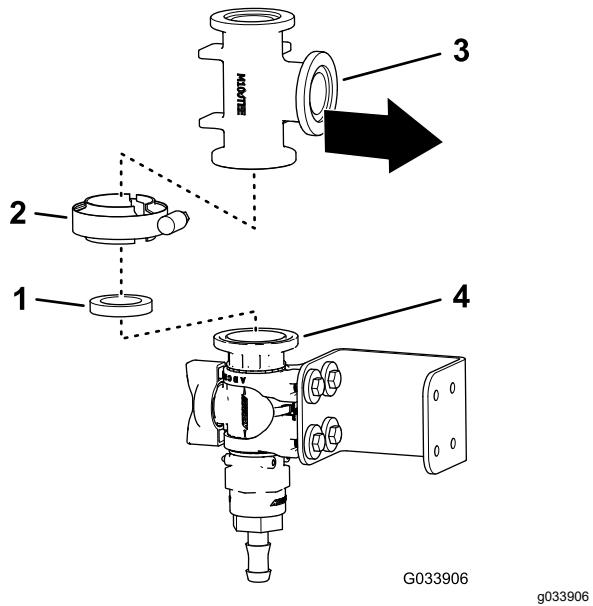
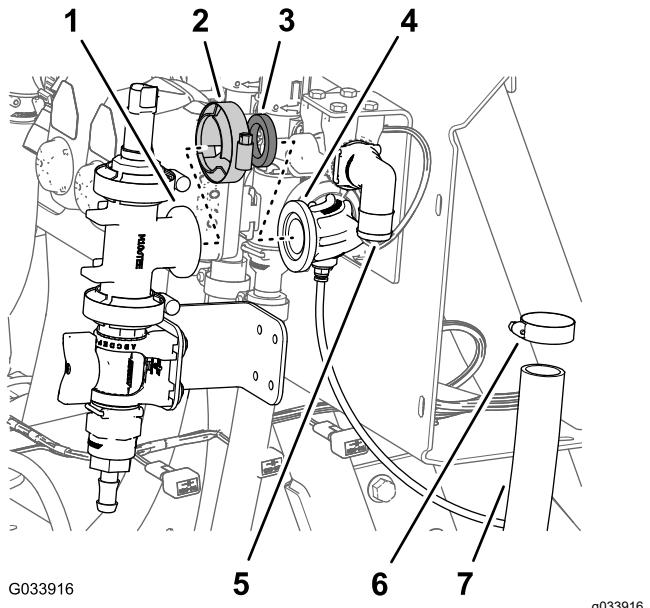
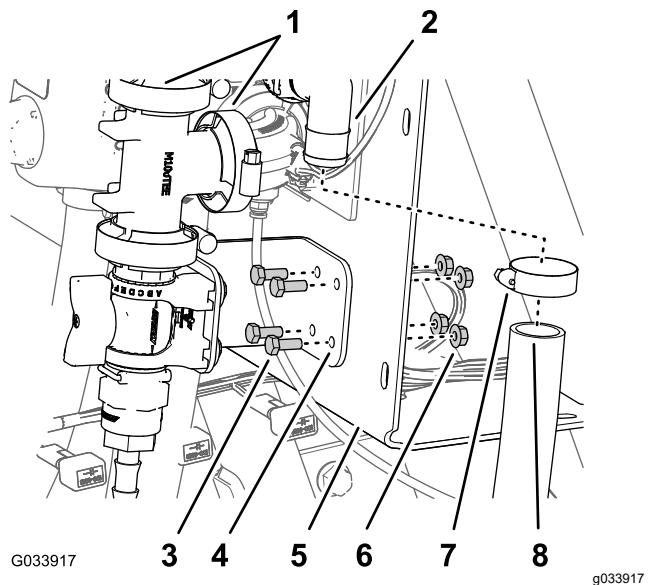

Bild 13
Bild 15
Bild 18
4. Flüchten Sie den Flansch des T-Anschlussstücks mit dem Flansch des Regelventils aus, wie in Bild 13 abgebildet.
5. Befestigen Sie das T-Anschlussstück mit einer Dichtung und Flanschklemme lose am Regelventil (Bild 13).
1. Fluchten Sie den Flansch des T-Anschlussstücks mit dem Flansch des 90°-Anschlussstücks mit einem Anschluss für den Messschlauch aus (Bild 15).
2. Befestigen Sie das T-Anschlussstück und das 90°-Anschlussstück lose mit einer Dichtung und einer Flanschklemme (Bild 15)
4. Entfernen Sie die Klemme, Dichtung, das T-Anschlussstück mit dem Flansch vom 90°-Anschlussstück mit einem Anschluss für den Messschlauch (Bild 15).
2. Befestigen Sie das T-Anschlussstück und das 90°-Anschlussstück lose mit einer Dichtung und einer Flanschklemme (Bild 18)
4. Ziehen Sie die Flanschklemme, mit der das Regelventil und das T-Anschlussstück (Bild 13) befestigt ist, und die Flanschklemme, mit der das T-Anschlussstück am 90°-Anschlussstück mit einem Anschluss für den Messschlauch befestigt ist, lose mit der Hand an (Bild 15 und Bild 18).
1. Flüchten Sie den Flansch des T-Anschlussstücks mit dem Flansch des 90°-Anschlussstücks mit einem Anschluss für den Messschlauch aus (Bild 18).